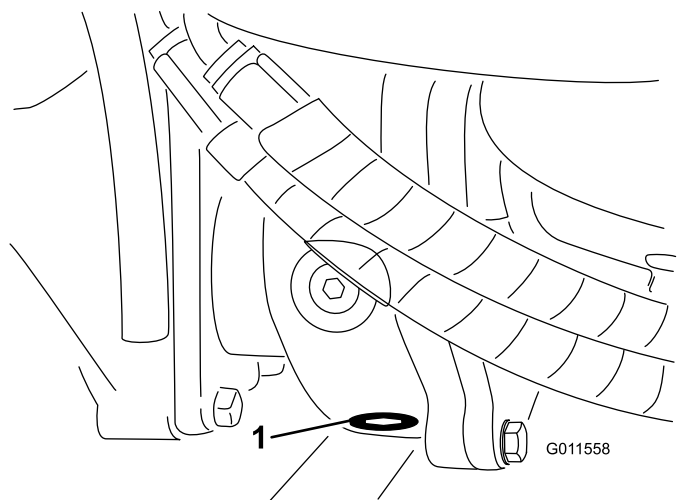

Figura 96
5. Limpie la zona alrededor del tapón de vaciado en la parte inferior de la caja de engranajes (Figura 96).